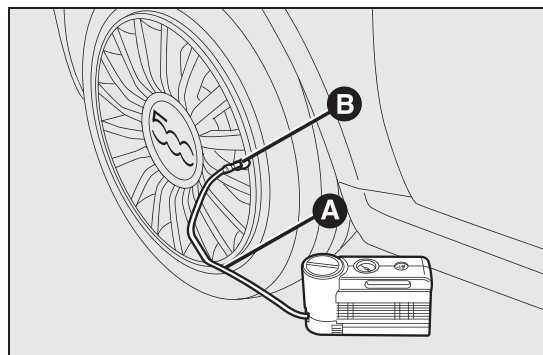

fig. 104
- ☐ **Trek de handrem aan.** Draai de ventieldop van de band los, neem de vulbuis A fig. 104 en draai ring B fig. 104 op het ventiel van de band;